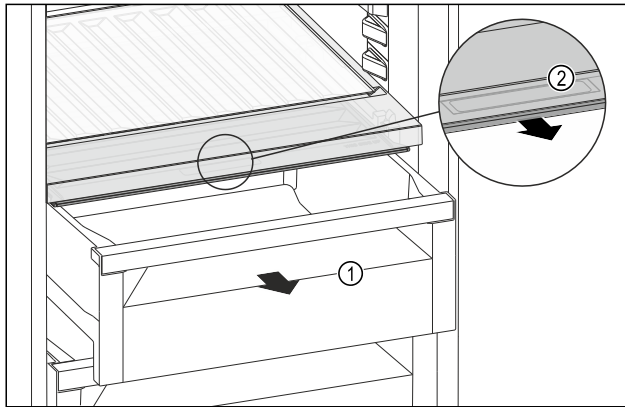

Fig. 152
- Schubfach Fig. 152 (1) herausziehen.
- Griffmulde Fig. 152 (2) am Fachdeckel anfassen und Fachdeckel gleichzeitig nach vorne ziehen.